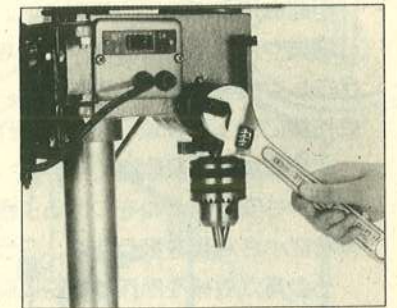

図12
- ①ストップナット(とめてあるナット)をゆるめて、スプリングがきいている間に、ケースの落ちるのを防ぐため、レンチで正しい位置に締め付けて下さい。
- ②スプリングキャップ(B)の低い方の正面の切れ目(A)にネジ回しを据え、ナットをゆるめ、動かしている間その位置で、ネジをささえて下さい。
- ③注意しながら、ネジ回しを左回りに回し、次の切れ目に合わせさせて下さい。図12参照
- ④内側のナット(C)をレンチでしめます。しめすぎるとシャフトのケースの動きが制限されるので、しめすぎないように注意して下さい。
- ⑤ストップナットを一番上の位置まで動かし、ハンドルを回して張力をチェックします。もし、十分な張力がスプリングになかったら、②から④の作業をくり返します。
- ⑥シャフトケースがスムーズであり、かつ動きに制限がないかをチェックして下さい。もし、動きがきつすぎるようでしたら、制限されなくなるまで少しナットをゆるめて下さい。